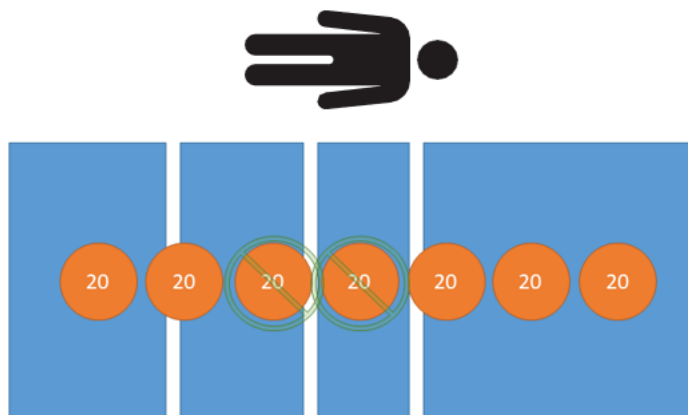

Figura 30 – Test della tara - Peso netto di 100 kg
5. Utilizzando pesi calibrati, collocare 100 kg sul prodotto (Figura 30).
9. Utilizzando pesi calibrati, collocare 100 kg sul prodotto (Figura 30).